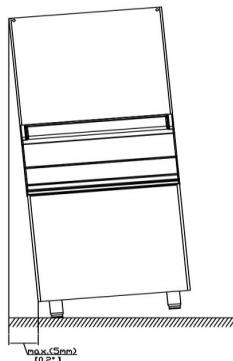
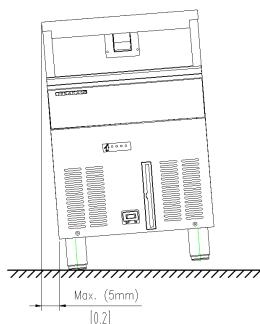

图 3
图 5
3. 将碎冰机放置在固定位置，装好底脚调平。参见图 3 图 5。